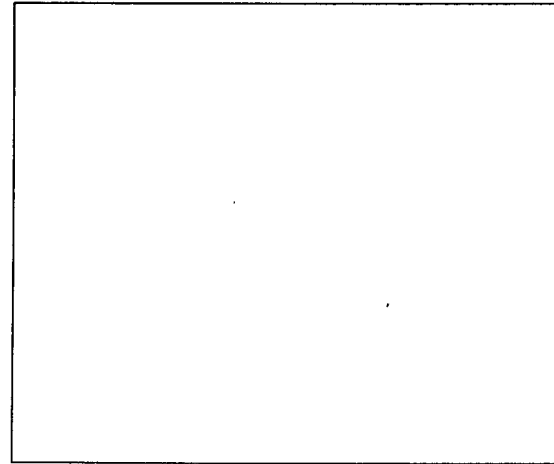

Abb. 7: Halteclip austauschen
4.6 Replacing the Clip (Fig. 7)